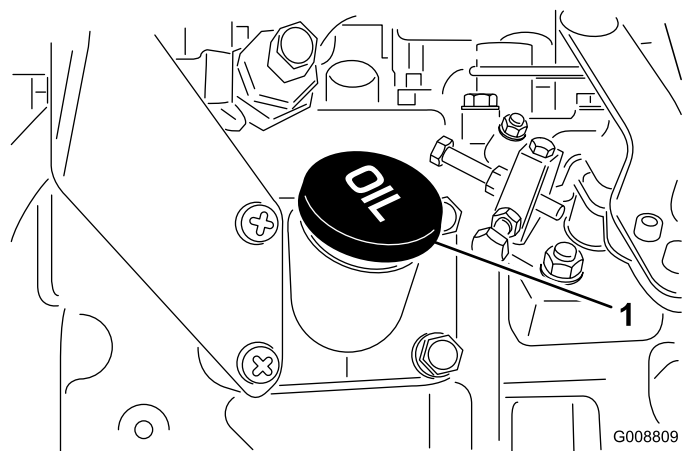

Bild 15
4. Wenn der Ölstand unter dem sicheren Bereich liegt, nehmen Sie den Fülldeckel ab (Bild 15) und gießen Sie genug Öl ein, um den Ölstand bis zur VOLL-Marke anzuheben. **Füllen Sie nicht zu viel ein.**